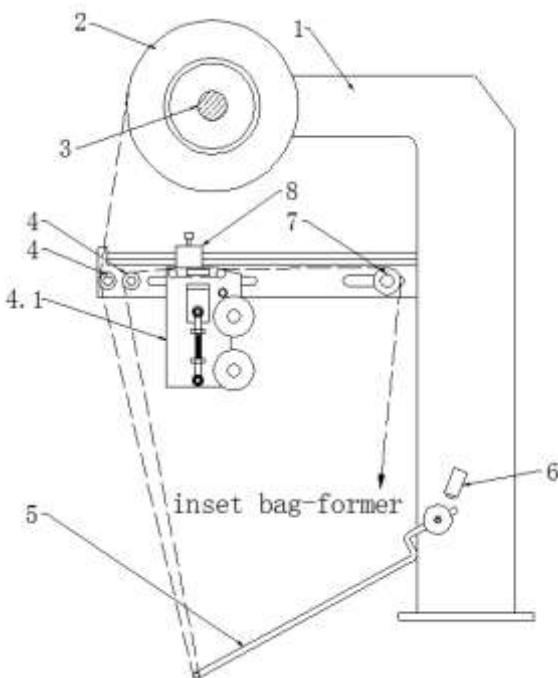

Рис. 8 - Механизм подачи плёнки
Закрепите пленку как показано на рис. 8 и включите «старт», колесо натяжения пленки натянет сцепление пленки, поднимая стопорную пластину (9), бесконтактный переключатель (8) включает цепь подачи пленки. Двигатель подачи пленки начинает подавать пленку вниз. Стопорная пластина опускается под тяжестью. Пленка закрывает бесконтактный переключатель, цепь подачи пленки теряет сигнал и двигатель останавливается.